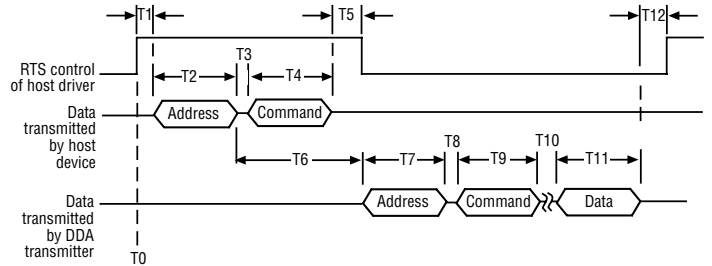

图5: 网络协议定时信息
网络协议定序列（询问序列）显示在图5中。数据传输序列的这个时间行图示还含有RS-485通信卡主机控制的信息，并说明如何通过RTS控制线启用驱动器。
许多可用于主机设备的通信卡（线路驱动器）使用特殊的控制线输入来控制RS-485驱动器的启用和禁用。通常，此输入连接到计算机RTS或DTR通信端口控制线。通过软件控制，计算机可以通过切换RTS或DTR信号线来控制驱动器的状态。这种控制方法实例如图所示（图5）。根据设备制造商，也支持其他控制方式。
1. 当主机启用其RS-485驱动器来传输地址/命令字节时，序列开始（参见图5中的时间行“T0”）。